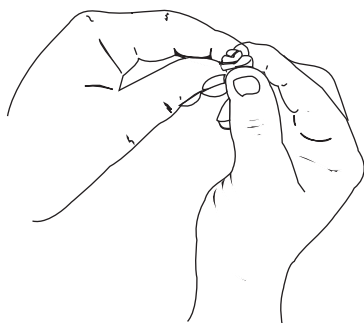

Fig. 47
5. Apriete el filtro para esparcir y retirar el exceso de aceite (Fig. 47).